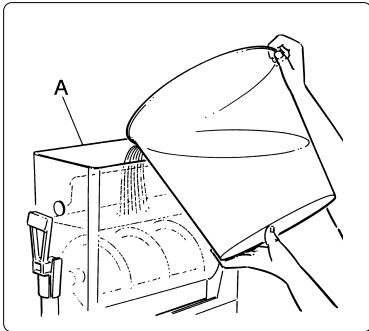

Fig. 4
- b) Versez dans le bac (A) le mélange ainsi obtenu (voir la fig. 4).